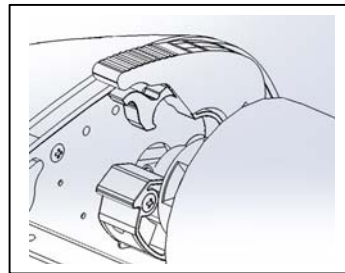

Figura 9
- N. **SOPORTES DE PELÍCULA:** El suministro de película EZLoad se coloca en los soportes de la Pinnacle 27 EZLoad (figura 9).